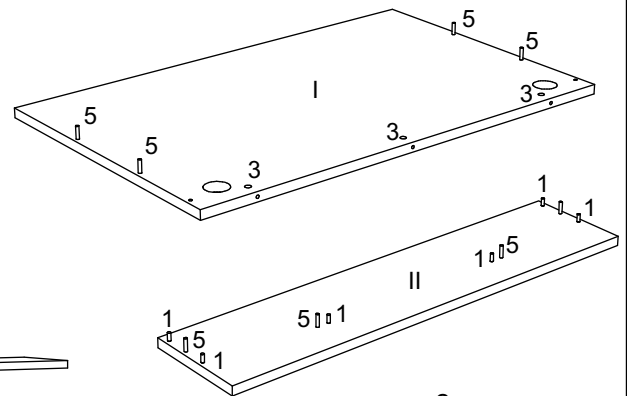

рис. 2
В столешницу (I) в соответствующие отверстия вкрутить дюбеля эксцентрики (5) и вставить эксцентрики (3) стрелкой в направлении отверстия. В верхнюю столешницу (II) в соответствующие отверстия вставить шканты (1) и вкрутить дюбеля эксцентрики (5)(рис. 2).